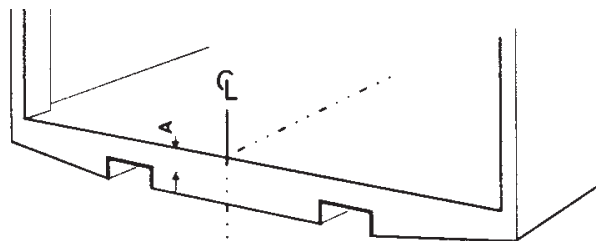

Abbildung 15. Mittelpunkt an der Hecktraverse des Fahrzeugs ausmessen und markieren
1. Mittelpunkt an der Hecktraverse des Fahrzeugs ausmessen und markieren. Siehe "Abbildung 15. Mittelpunkt an der Hecktraverse des Fahrzeugs ausmessen und markieren" auf Seite 17.